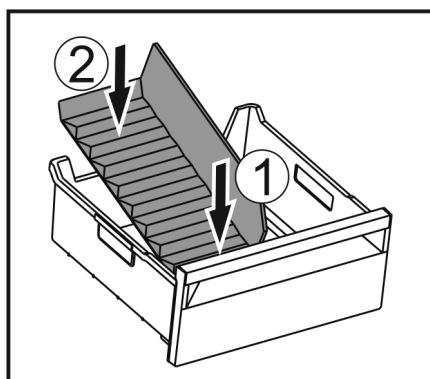

Fig. 154
- ▶ Inserire la parte anteriore del divisore dello scomparto del ghiaccio. Fig. 154 (1)
- ▶ Abbassare la parte posteriore del divisore dello scomparto del ghiaccio fino al fondo del cassetto. Fig. 154 (2)